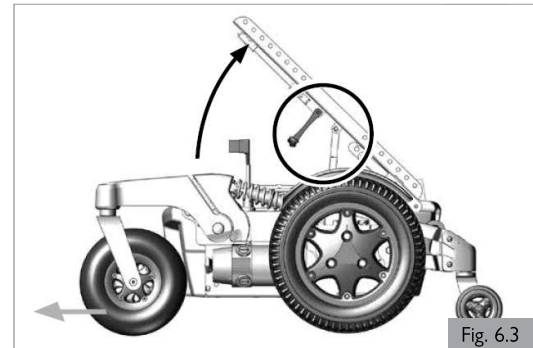

Fig. 6.3
2. Basculez délicatement le châssis de siège vers l'arrière (Fig.6.3).
3. Avant de lâcher, vérifiez d'avoir bien placé la béquille du siège pour éviter qu'il ne se referme accidentellement (Fig. 6.3).